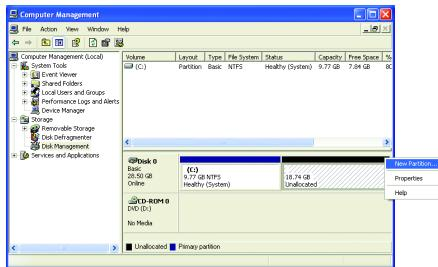

図 6
5. オペレーティングシステムをインストールする前にハードドライブを適切に分割していなかつた場合、ハードドライブの空きスペースを使用して新しいパーティションを作成することができます（図 6、7）。ただし、**ディスク管理**に示されたハードドライブのシステムパーティションに未割り当てるスペースがない場合、新しいパーティションを作成したり Xpress Recovery2 を使用することはできません。この場合、オペレーティングシステムを再インストールし、ハードドライブを再分割してください。